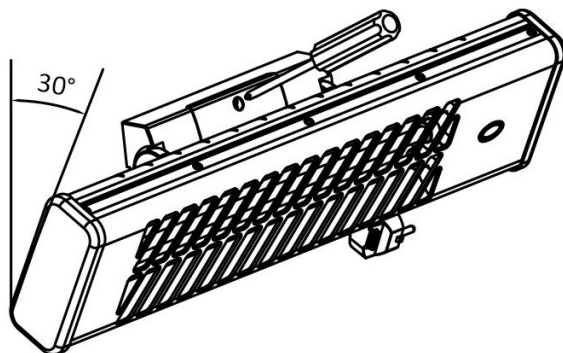

Fig.1
1. Løsne og fjern skruene på toppen og bunnen av veggmonteringen. Ta ut veggmonteringsdekselet fra toppen av varmeren. (Se fig. 1 og 2)